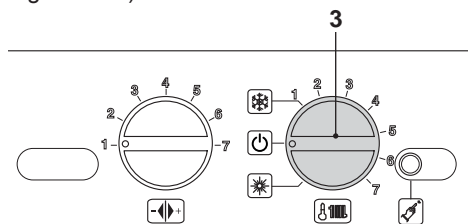

Figura 9.17
- Per uscire dalla programmazione posizionare il selettore di funzione 3 in OFF (Figura 9.17).